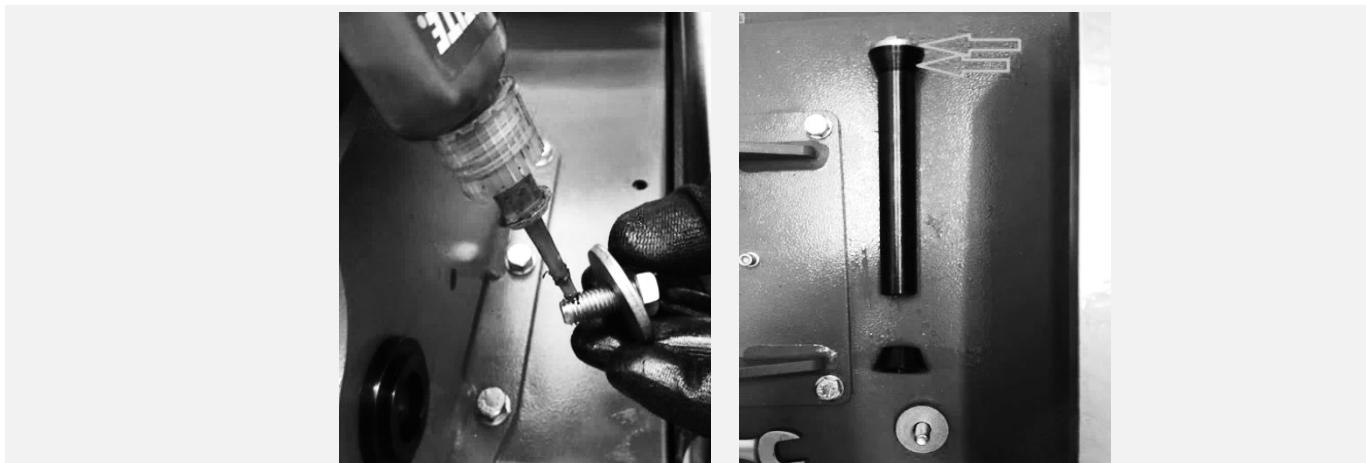

Рисунок 9
**7.4.4** Подготовить ось колонны к установке. Для этого установить с одной стороны оси болт, плоскую шайбу и конусную шайбу. (см. Рисунок 9).